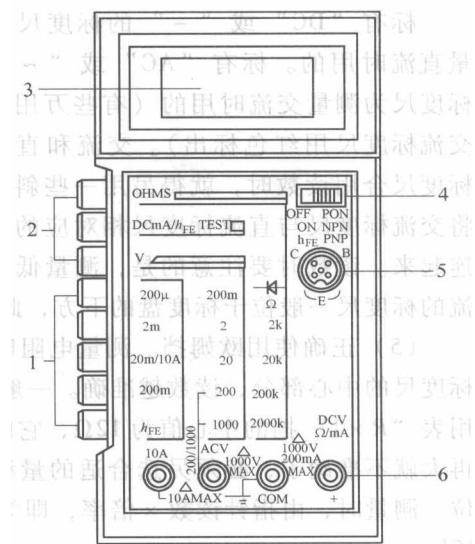

图 1-5 数字式万用表的面板
2. 数字式万用表 数字式万用表具有测量精度高、显示速度快、体积小、重量轻、耗电省、能在强磁场区使用等优点，因此得到广泛的应用。如图 1-5 所示为 DM-100 型数字式万用表的面板。